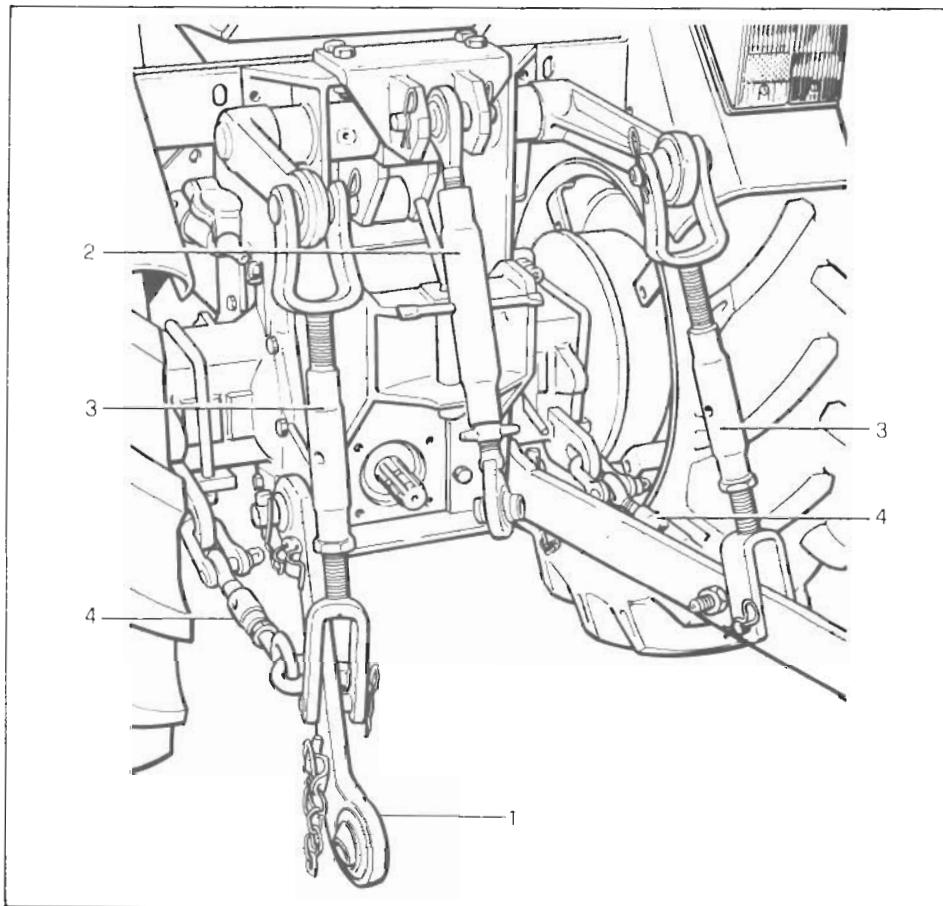

Fig. 13 - Bild 13
Con questo tipo di attacco l'attrezzo viene fissato all'estremità dei due bracci longitudinali (1) e di un puntone (2) incernierati al corpo del trattore (vedere la fig. 13). I due bracci longitudinali sono collegati ai bracci del sollevatore mediante due tiranti regolabili (3); l'escursione nel piano orizzontale dei bracci è limitata da due tiranti regolabili (4).
**Attenzione** - Durante la marcia su strada è necessario vincolare le oscillazioni dell'attrezzo con gli appositi tiranti (4) in modo da evitare che l'attrezzo urti le ruote.
*In this case the implement is fastened to the end of the two arms (1) and secured to a strut (2) (hinged to the tractor body see fig. 13). The two lengthwise arms are connected to the lifter arms by means of two adjustable tie-bars (3); the travel in the horizontal plane of the arms is contained by the two adjustable tie-bars (4).*
**Attention** — During movement on the road, it is necessary the implement side movements be limited by the tie-bars (4). This provision will preclude implement from interfere with the wheels.
L'outil est fixé aux bouts des deux bras longitudinaux (1) et d'une barre (2) articulés au corps du tracteur (voir fig. 13). Les deux bras sont raccordés aux bras du relevage au moyen de deux tirants réglables (3); le déplacement horizontal des bras est limité par les deux tirants réglables (4).
**Attention** — Au trajets sour la route, il faut limiter les oscillations de l'outil à l'aide des tirants (4) pour éviter que les roues ne soient touchées.
*Mit diesem Anschlussystem wird das Gerät an den Enden der zwei Längsarme (1) und der Strebe (2) angeschlossen, welche mit dem Schlepperkörper gelenkartig verbunden sind (siehe Bild 13). Die zwei Längsarme sind an den Kraftheberarmen durch zwei einstellbare Zugstangen (3) angeschlossen. Die horizontale Bewegung der Arme ist durch zwei einstellbare Zugstangen (4) begrenzt.*
**Achtung** — Während der Straßenfahrt müssen die Schwankungen des Gerätes durch die dazu vorgesehenen Zugstangen (4) gedämpft werden, um eine Berührung des Gerätes mit den Rädern zu vermeiden.